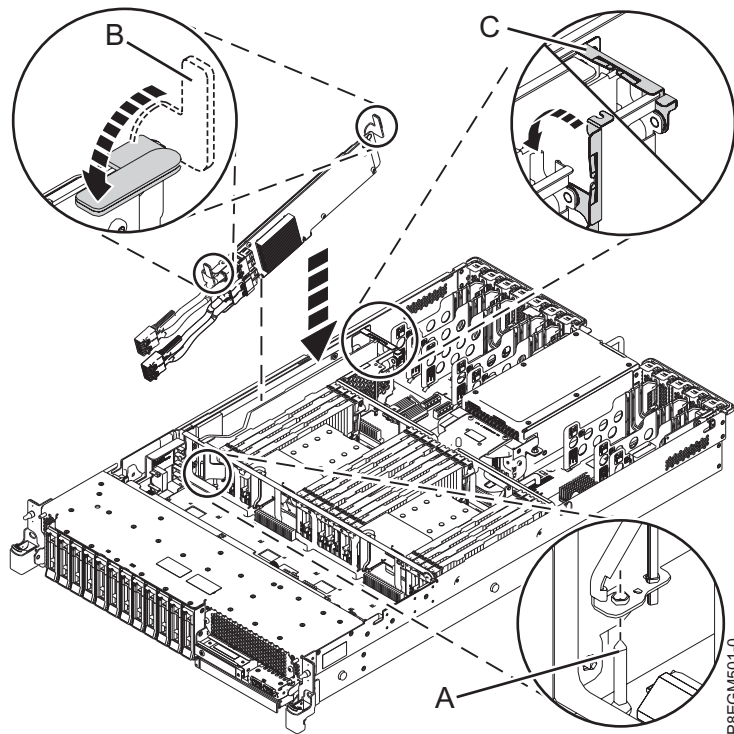

Abbildung 13. Interner 6-Gb-PCIe3-x8-SAS-RAID-Adapter austauschen
2. Schließen Sie die vorderen SAS-Kabel wieder an dem vorderen Anschluss P1 oder P2 des internen 6-Gb-PCIe3-x8-SAS-RAID-Adapters an, bevor Sie den Adapter installieren, wie in Abb. 13 auf Seite 15 dargestellt. Drücken Sie den Kabelanschluss nach unten, bis er einrastet.
4. Schließen Sie die Installation des internen 6-Gb-PCIe3-x8-SAS-RAID-Adapters ab, indem Sie ihn vollständig einsetzen. Stellen Sie sicher, dass der Adapter auf Justierstift (A) installiert wurde. Drücken Sie die Karte an der Kante oben in der Mitte nach unten, bis diese fest im Anschluss der Rückwandplatine des Systems sitzt, wie in Abb. 13 auf Seite 15 dargestellt.
5. Drücken Sie die blauen Griffe **(B)** in die in Abb. 13 dargestellte Richtung.
6. Drücken Sie die Kabelhalterung **(C)** in die in Abb. 13 dargestellte Richtung.